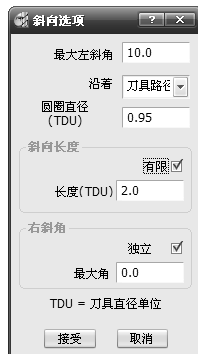

图 5-118 “斜向选项”对话框
- 3) 在“偏置区域清除[模型加工]”对话框的“Z 轴下切”中选择“斜向”选项，单击“选项...”按钮，弹出“斜向选项”对话框，设置相关参数，如图 5-118 所示。